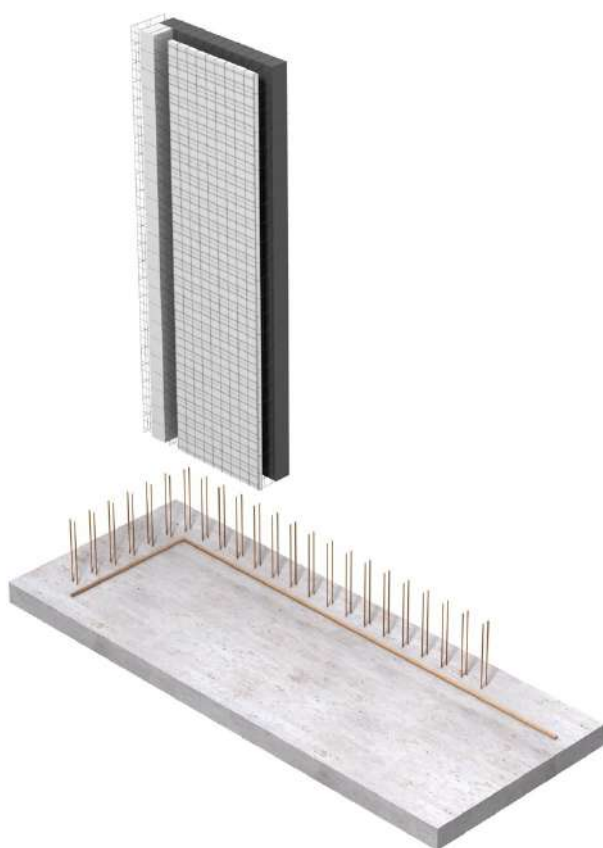

Figura 14 Instalar primero un módulo de esquina.
Paso 1: Instalar el primer módulo, comenzar por una esquina, figura 14.